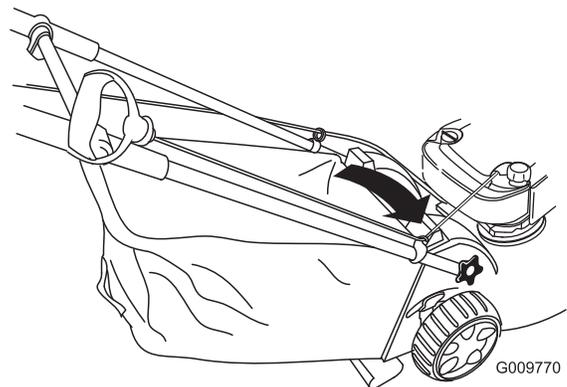

Figura 31
1. Avvolgete il cavo di avviamento attorno al guidacavo inferiore (Figura 31).